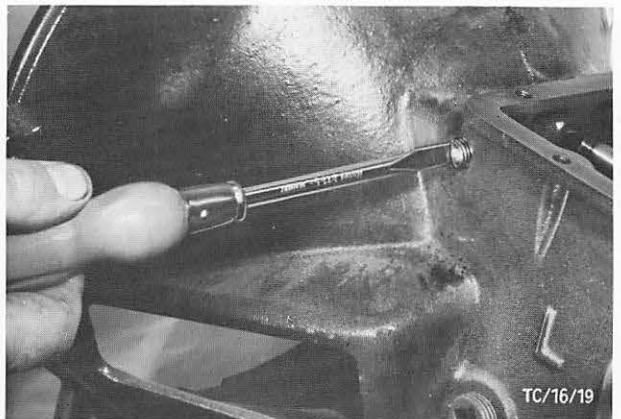

Abb. 32 Verschußschraube Schaltarretierung herausschrauben
6. Verschußschraube der Schaltarretierung seitlich am Getriebe herausschrauben und Feder mit Arretierstift mit einem Stabmagneten herausnehmen. Abb. 32.